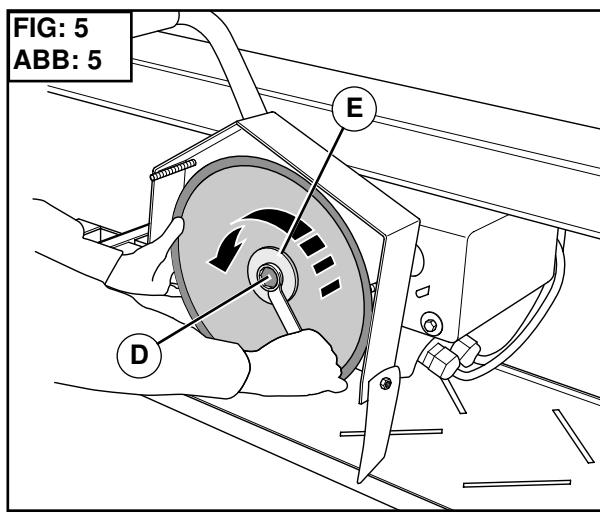

FIG: 6
- Проверьте положение диска на несъемном фланце (F) [рис. 6]
- Установите на место фланец (E) и затяните гайку (D).
- Верните на место защитный кожух, заверните барашки (C).